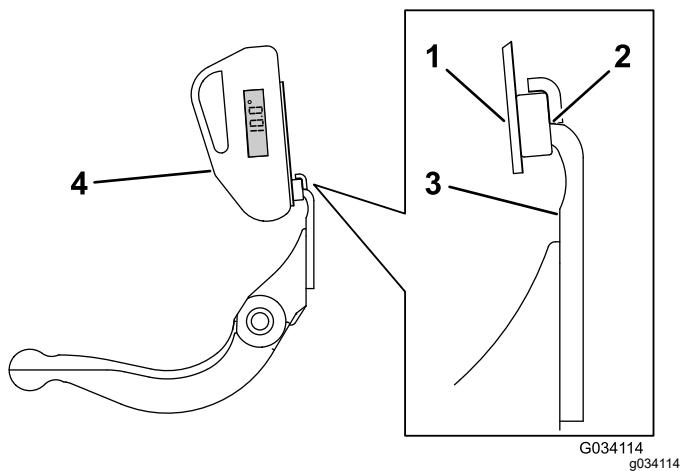

Figura 20
3. Coloque el soporte del indicador de ángulo sobre el filo de la contracuchilla de manera que el borde del imán esté enrasado con el filo de la contracuchilla (Figura 20).
4. Coloque el indicador de ángulo en el soporte, según se muestra en Figura 20.